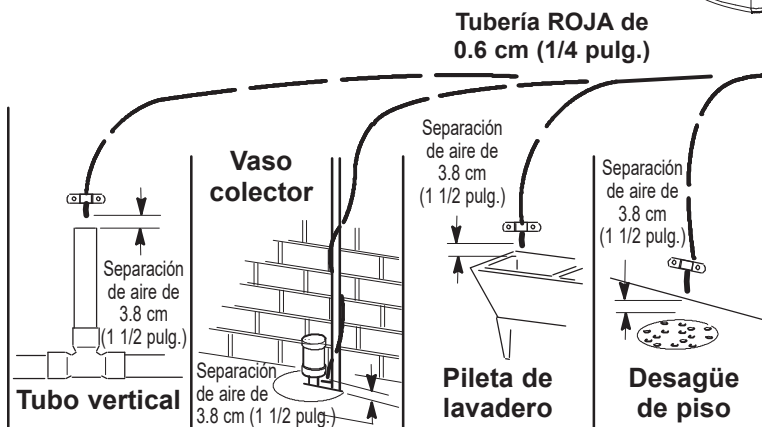

FIG. 11
Tienda la tubería de desagüe a un drenaje existente en la casa. Un desagüe de piso, pileta de lavadero, un tubo vertical, un vaso colector, etc. son drenajes aptos. Vea la Fig. 11. Este tipo de drenaje es el preferido por sobre el adaptador de desagüe del colector en P.
4. Tienda la tubería al punto de desagüe y fjela al extremo con un soporte (no incluido). Vea la Fig. 11.